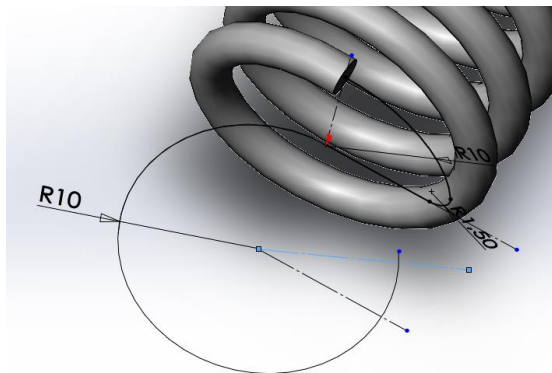

Рисунок 2.16 – Побудова дуги від початку координат до кінця двох допоміжних осьових ліній
9. Вздовж осі **OX** спочатку, а потім від початку координат до кінця дуги будуються дві допоміжні осьові лінії як на рис. 2.16